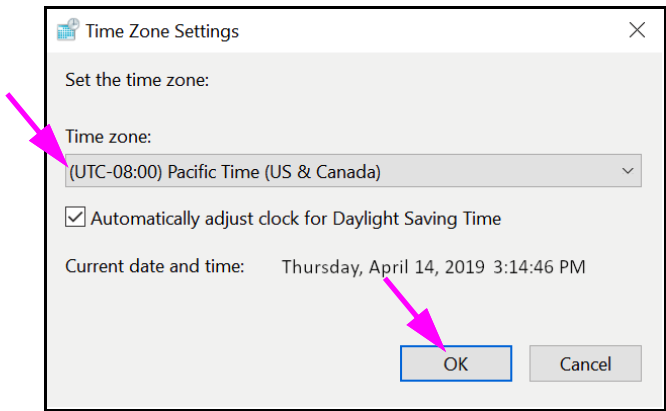

图 2-36. Time Zone Settings（时区设置）对话框
5. 单击 **Change Time Zone...**（更改时区...）按钮。出现 Time Zone Settings（时区设置）对话框。参见图 2-36。